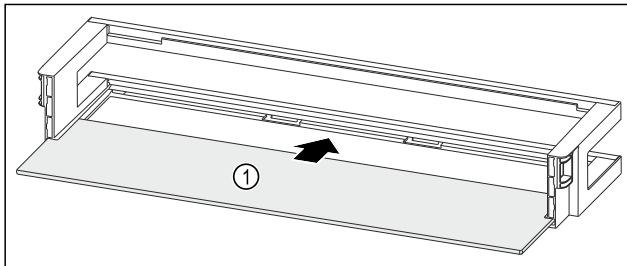

Fig. 88 Balconnet de contre-porte avec tablette de rangement
- Insérer la tablette de rangement Fig. 88 (1) dans les évidements latéraux.